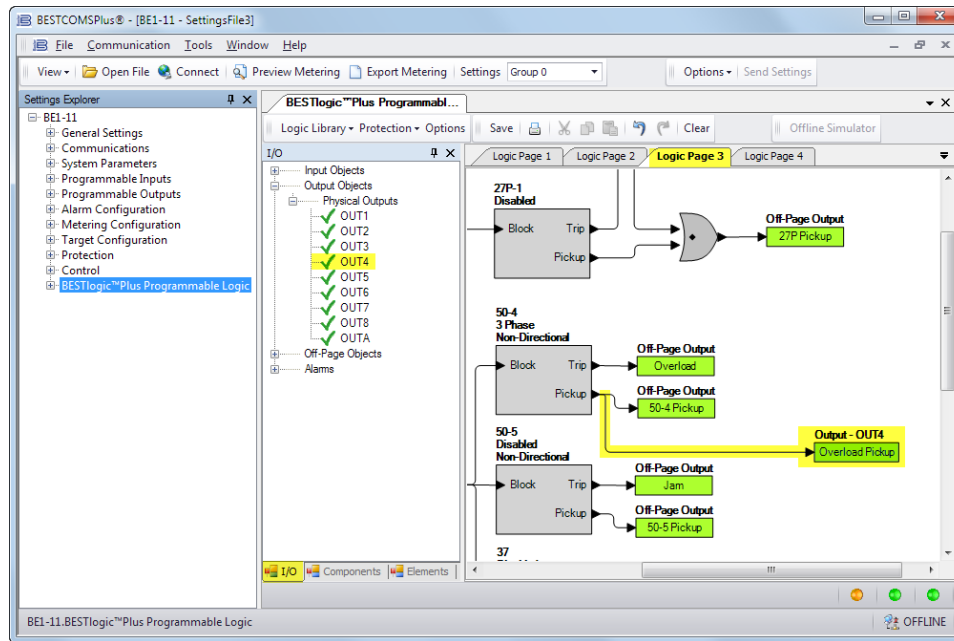

Figura 2-14. Programación de OUT4 de BESTlogicPlus
Paso 10: En este paso, la salida Activación del elemento 50-4 está conectada a la Salida 4. Cuando la salida Activación del elemento 50-4 es verdadera, la etiqueta de la Salida 4 se muestra en el informe de falla y/o en el informe de secuencia de eventos. La etiqueta se llama Paso 12. Haga clic en la pestaña de la página 3 de Lógica y luego haga clic en la pestaña E/S en la parte inferior. Expande los objetos de salida y luego las salidas físicas. Haga clic y arrastre OUT4 sobre el diagrama de la lógica. Haga clic en la salida Activación del elemento 50-4 y arrástrela hacia la entrada de OUT4 para establecer la conexión. Consulte la Figura 2-14.